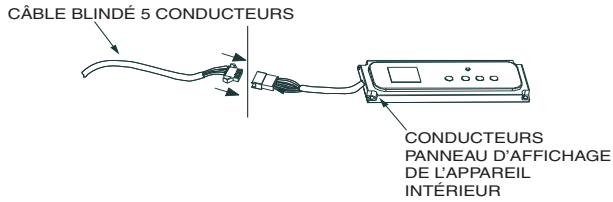

Fig. 1 — Raccordement du panneau recevant le signal
4. Branchez une extrémité du câble de commande à 5 conducteurs au panneau d'affichage de l'appareil intérieur. Reportez-vous à la fig. 1.